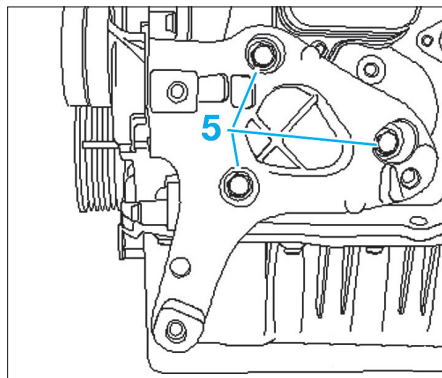

Fig. 4
- le support (5) pour organes auxiliaires (Fig.4).